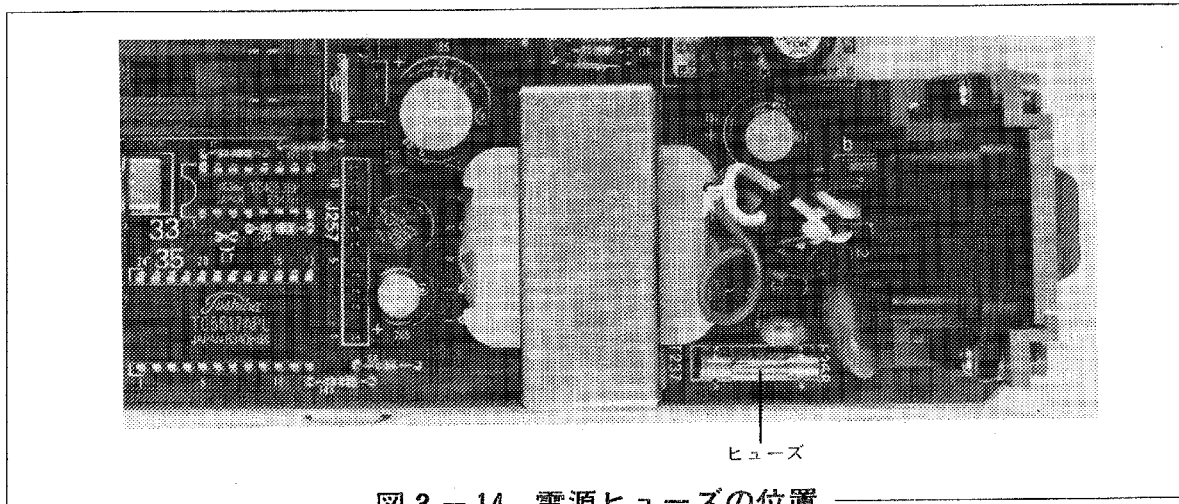

図 3-14 電源ヒューズの位置
- ③ 電源ヒューズは、トランスの近くにあります。〔図3-14参照〕